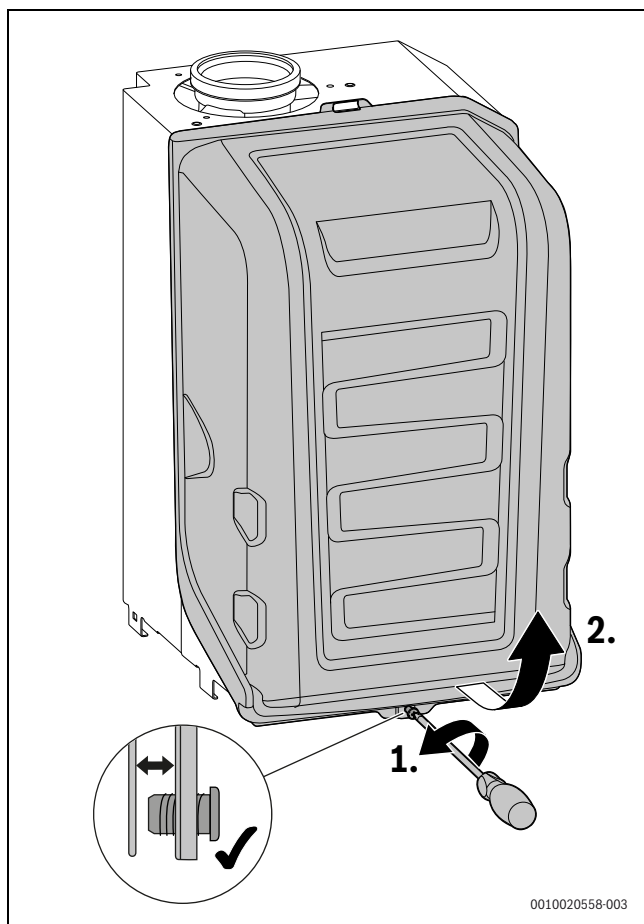

Fig. 93 Retirer le capot du brûleur
- ▶ Retirer le capot du brûleur (→ fig. 93, page 57).